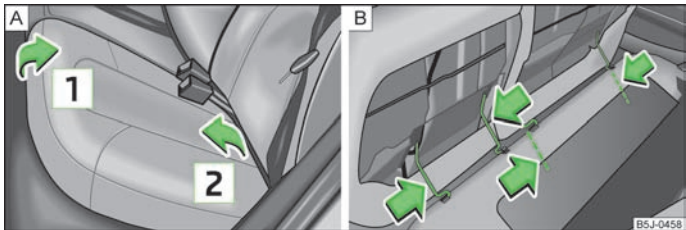

Abb. 40 Sitzfläche vorklappen und ausbauen
- Sitzfläche in Pfeilrichtung **1** » Abb. 40 hochziehen und in Pfeilrichtung **2** vorklappen.
- Die Drahtbügel in Pfeilrichtung » Abb. 40 - **B** drücken und die Sitzfläche aus der Halterung nehmen.
- Die Drahtbügel in Pfeilrichtung » Abb. 40 - **B** drücken und diese in die Halterung einsetzen.